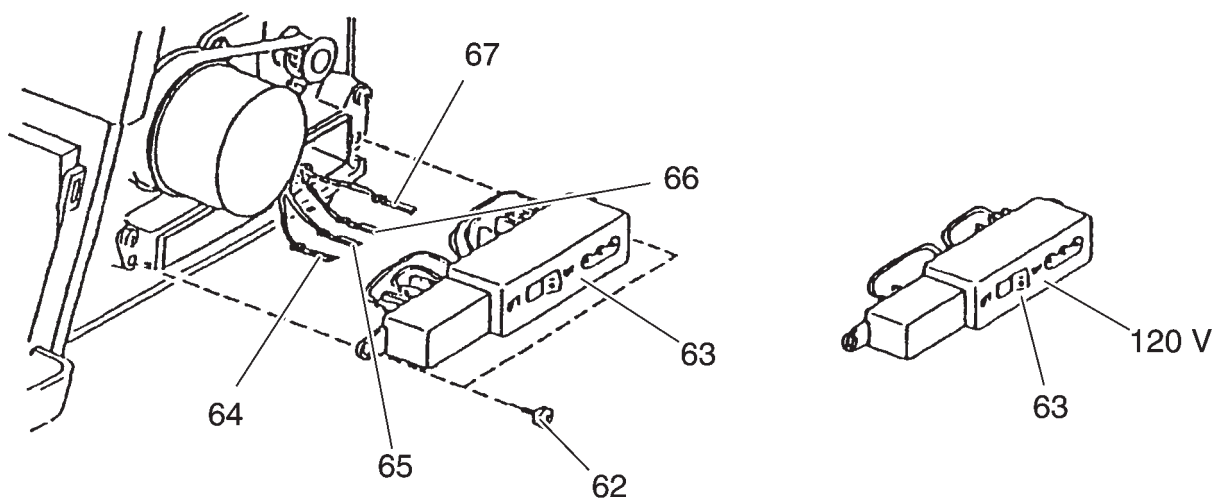

Рис. 42
- Выверните крепежные винты 62 (рис. 42).
- Затяните крепежные винты 62 (рис. 42).